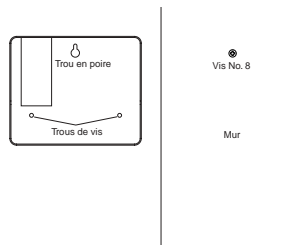

FIGURE 15 : Montage d'in programmeur d'intérieur
- Vissez une vis No. 8 à travers chacun des deux trous du bas de la boîte, dans le mur. [Voir Figure 15].